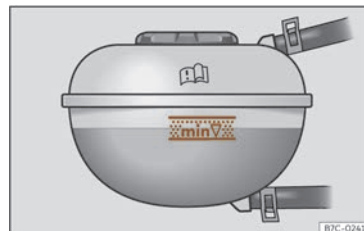

Fig. 209 No van dianteiro: marca no depósito de expansión do líquido refrixerante.
- Co motor frío, comprobe o nivel do líquido refrigerante nas marcas laterais do depósito de expansión >>> **fig. 209**. O nivel do líquido refrigerante deberá atoparse entre as marcas.
- O nivel do líquido de refrigerante deberá atoparse entre as marcas do depósito de expansión >>> **fig. 209**. **Non supere nunca o bordo superior da zona marcada** >>> .
- Ao engadir líquido refrixerante, non supere o bordo superior da zona marcada >>> **fig. 209**. De non ser así, cando aumente a temperatura, o líquido sobrante será expulsado do sistema de refrixeración do motor e podería causar danos.